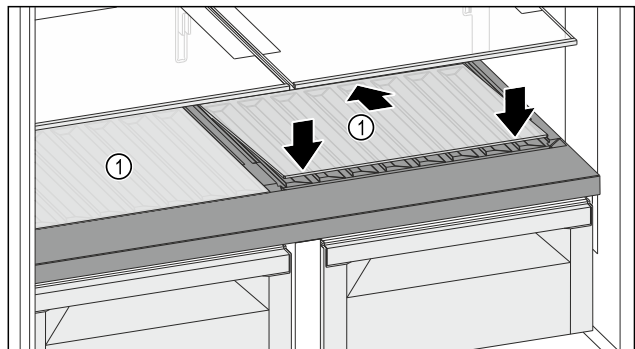

Fig. 124
- ▶ Вставьте стеклянную пластину Fig. 124 (1) наискосок и с уклоном назад вниз.
- ▶ Опустите стеклянную пластину Fig. 124 (1) спереди.